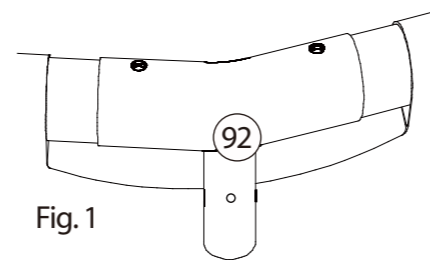

Fig. 1
B. Repérez les conduites en métal et les Raccords en Té. Les Poutres Horizontales (91) sont les conduites courtes à grand diamètre et une paire de trous à chaque extrémité. Les conduites plus longues et de diamètre plus petit avec Clip-V (95) dans une extrémité sont les Pieds Verticaux (94). Introduisez les Poutres Horizontales (91) dans les fourreaux soudés autour du bord supérieur de la paroi de la piscine et tournez-les pour avoir les deux trous à chaque extrémité en ligne verticale. Introduisez l'extrémité d'une poutre dans un Raccord-Té et alignez les trous avec ceux de la Poutre Horizontale. N'INSTALLEZ AUCUNE GOUPILLE (93) POUR LE MOMENT. Continuez d'installer tous les Raccords-Té sur les Poutres Horizontales tout autour de la piscine. Voir Fig. 1.